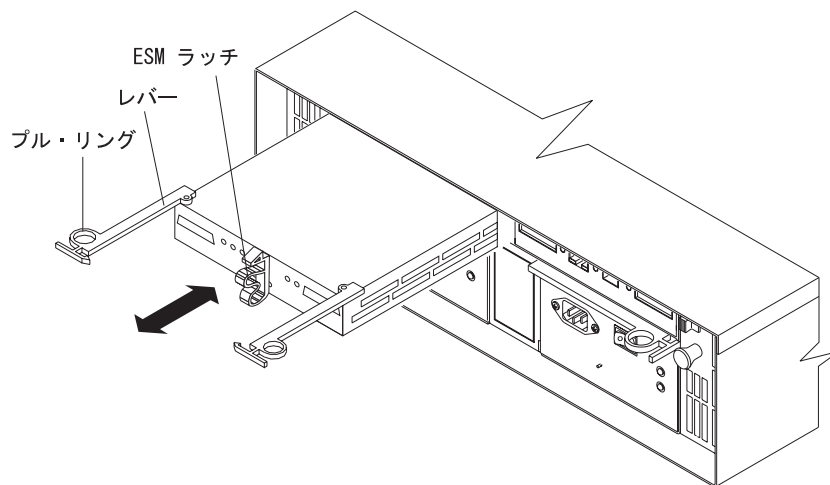

図7. ESM の取り外し
2. 図7に示すように、プル・リングをつかんで、レバーを引き出してから、ESM をベイから取り外します。